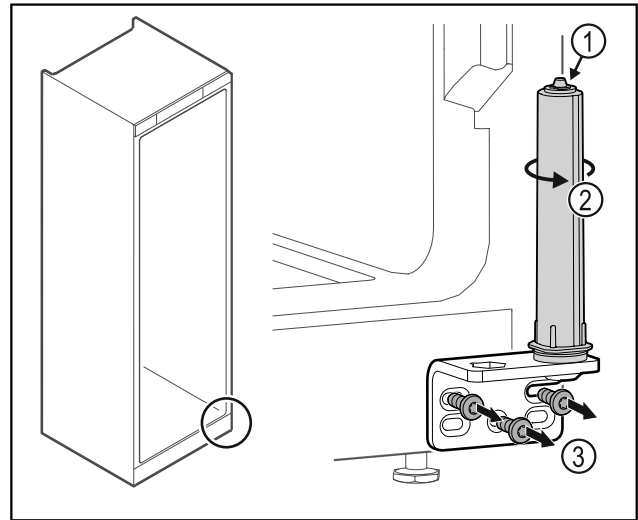

Fig. 23
- Ne pas désassembler le système de fermeture de la porte Fig. 23 (1).
- Tourner le système de fermeture Fig. 23 (2) jusqu'à entendre un clic.
- Dévisser l'équerre de charnière Fig. 23 (3).